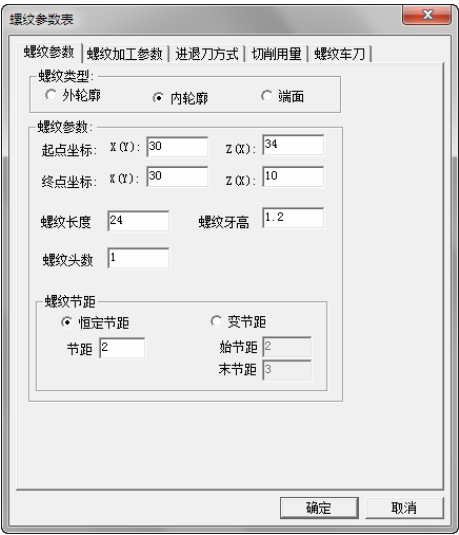

图 4-211 螺纹参数设定
1) 单击“螺纹参数”选项卡，前面拾取点的坐标同时显示在螺纹参数表中，螺纹类型：内轮廓；螺纹长度：24；螺纹牙高：1.2；螺纹头数：1；螺纹节距：恒定节距，节距为 2，如图 4-211 所示。